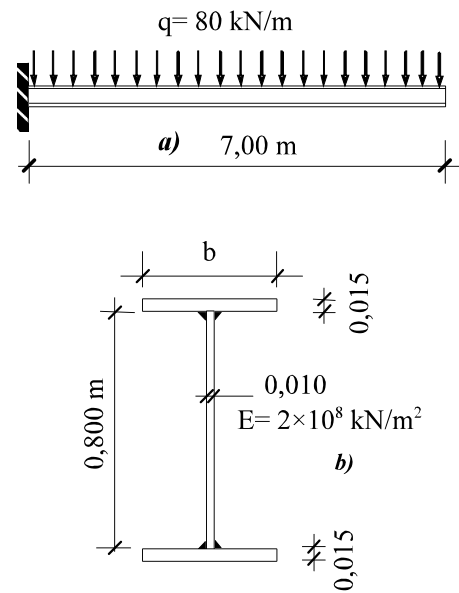

Figura 5
20) La figura 5 muestra el arco antifunicular de la carga dada. Se pide: calcular la cota y_D que ha de tener el punto D y el valor del máximo esfuerzo axial.